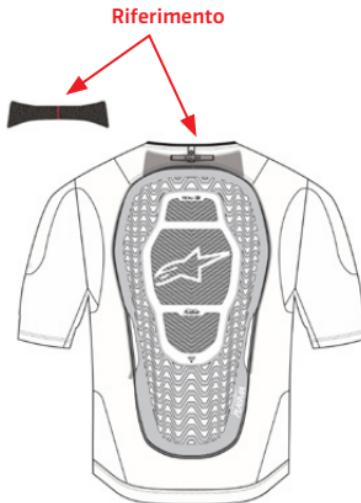

Figura 27: Attaccare la protezione posteriore (4)
2. Reinserire l'airbag e attaccare la protezione posteriore (4) - Reinserire l'airbag (11) e procedere ad attaccare la protezione posteriore (4) allo strato base (1) prestando attenzione ad attaccare correttamente le parti con la chiusura a strappo sul lato superiore della protezione allo strato base (1) come mostrato nella Figura 27.
3. Attaccare l'airbag (11) - Procedere a chiudere tutti i 12 passanti di collegamento che attaccano l'airbag (11) allo strato base (1) assicurandosi che le etichette colorate sull'airbag (11) corrispondano alle etichette colorate sullo strato base (1) e utilizzare le due aperture all'interno dell'indumento per accedere ai passanti di collegamento sull'area anteriore. Assicurarsi di seguire la numerazione sulle etichette per facilitare il riassemblaggio del sistema, come mostrato nella Figura 27. Inoltre, verificare che l'airbag (11) sia posizionato correttamente all'interno del sistema e assicurarsi che non siano presenti pieghe nell'airbag (11) o che l'airbag (11) non sia attorcigliato, in particolare nell'area delle spalle. Controllare nuovamente che tutti i 12 passanti di collegamento siano posizionati correttamente e attaccati saldamente allo strato base (1).